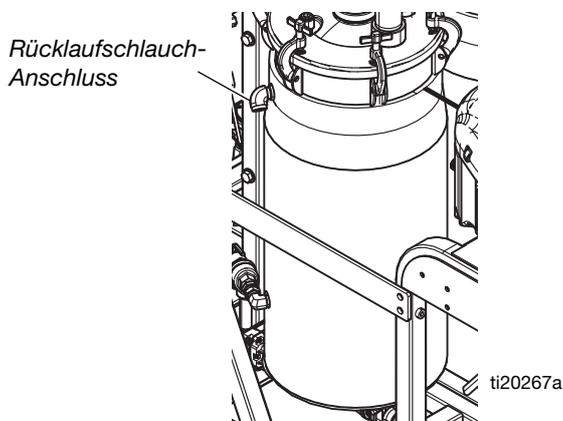

ABB. 30
7. Trennen Sie die Rücklaufleitung des Materialumlaufs von der Seite jedes Behälters und verschließen Sie dann den Behälteranschluss. Dadurch kann das Mineralöl aus den Materialleitungen gedrückt werden. Führen Sie die Rücklaufschläuche in Abfallbehälter. Siehe ABB. 30.